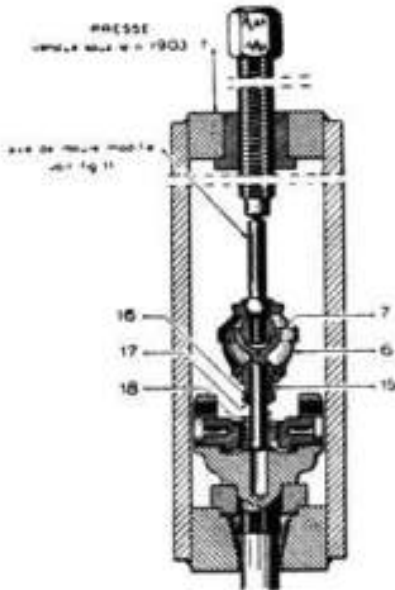
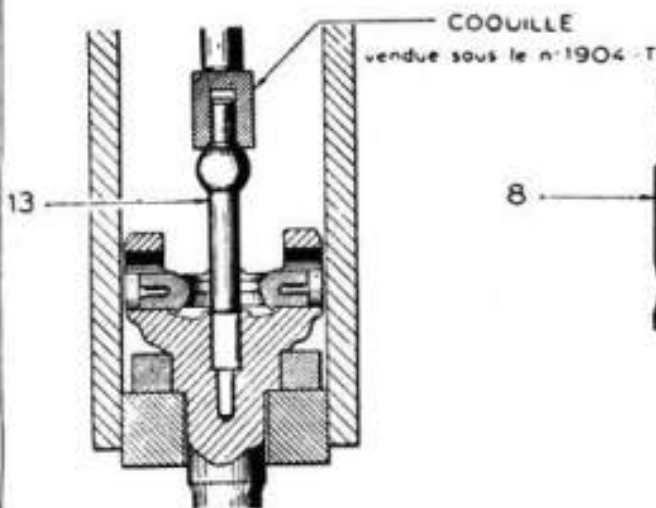

Fig. 29. — Mise en place de la rotule sur fusée.
Fig. 33. — Mise en place de l'axe de rotule.
* Placer sur la rotule (7) (fig. 29),
Emmancher, à la presse (1.903-T) (fig. 29), la rotule creuse (7) jusqu'à buter (l'effort peut aller jusqu'à 12 tonnes. Utiliser un axe de rotule usagé, modifié comme indiqué sur la figure 30 (par meulage de l'arrondi de recordement). Placer l'ensemble bien verticalement, pour ne pas fausser la tige de rotule.
Emmancher à la presse (1.903-T) (fig. 29), l'axe de rotule (13) (figure 33) jusqu'à buter. Placer l'ensemble bien verticalement, pour ne pas fausser l'axe de rotule. Protéger la rotule par une coquille de poussée (1.904-T).